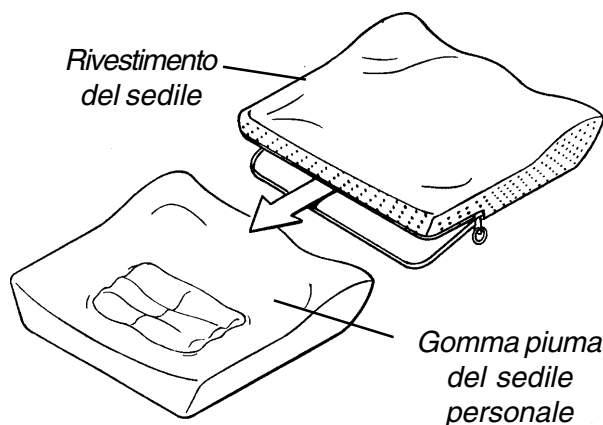

FIGURA 1 - RIMUOVERE LA GOMMA PIUMA DEL SEDILE PERSONAL DAL RIVESTIMENTO DEL SEDILE
INSTALLAZIONE DELLA BASE RIGIDA DEL SEDILE (FIGURA 1, 2 & 3)
2. Aprire il rivestimento del sedile e rimuovere la gomma piuma del sedile personale (FIGURA 1).